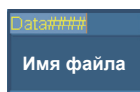

Рис. 3-1 Кнопка параметра Имя файла
- Выберите **Файл > Настройки данных > Имя файла** и введите корневое имя файла перед серией #### (см. Рис. 3-1 на стр. 101).